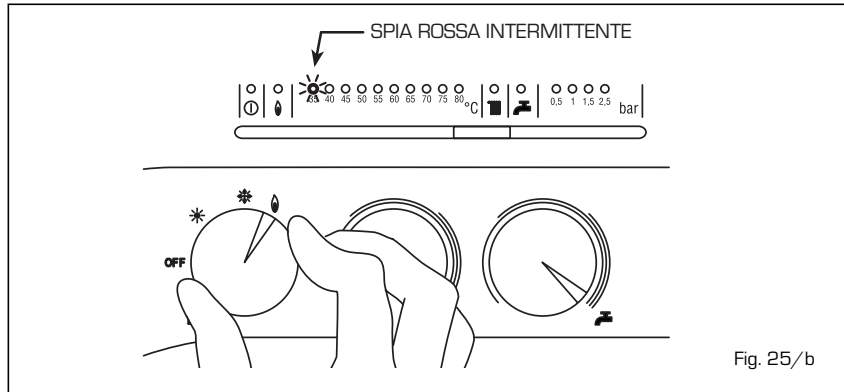

Fig. 25/b
**- Altre anomalie** (fig.25/c)